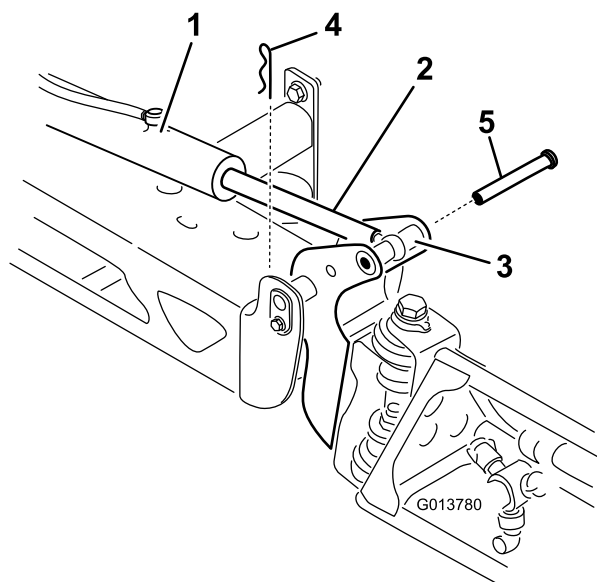

Рисунок 65
2. Извлеките шплинт из шплинтуемого штифта (Рисунок 65).
3. Поднимите секцию, извлеките шплинтуемый штифт и медленно опустите секцию на землю (Рисунок 65).
7. Удерживая секцию опрыскивания, вставьте шплинтуемый штифт через ось поворота стрелы и шток привода (Рисунок 65).